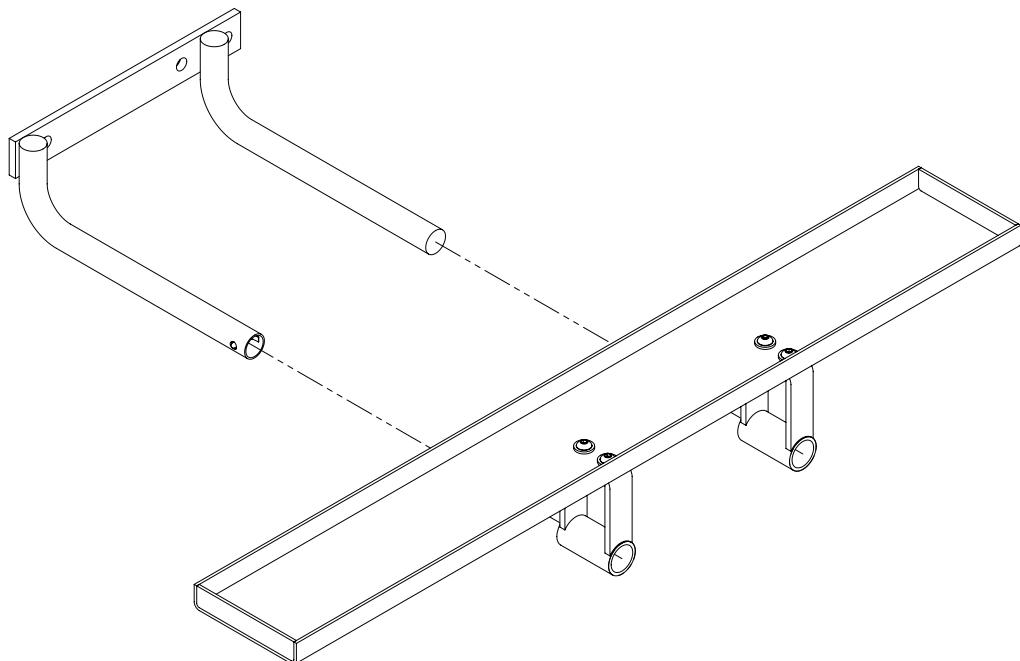

Figura 4: Conexión de la vía de la rueda al soporte de la rueda.
- Oprima el pasador de posición y deslice la vía de la rueda por los tubos de soporte de la rueda que sobresalen. Una vez que la vía de la rueda esté colocada en el soporte de la rueda, apriete los tornillos de cabeza hueca (vea la figura 4).